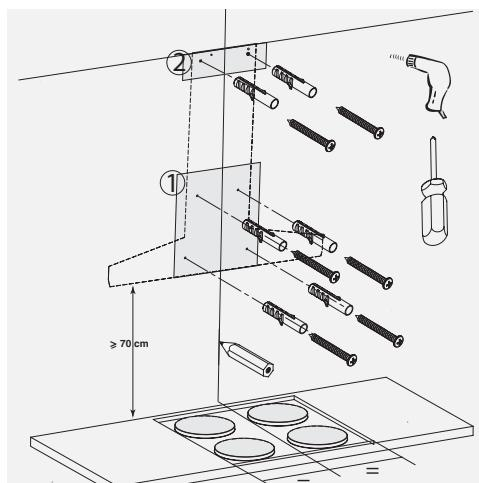

Fig. 2 / σχήμα 2
- Coloque contra a parede as guias de montagem (**fig. 2**).